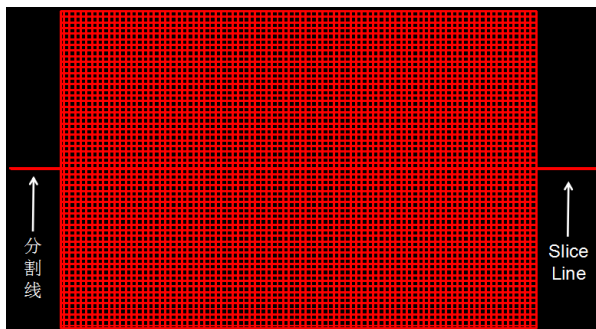

图 15-30 分割覆铜
(3) 移动光标拉出一条贯穿整个覆铜的分割线，最好将分割线的另一个端点也放置在覆铜外部，这样就能将原先的覆铜分割成两个完全隔断的新覆铜，如图 15-30 所示。单击鼠标左键确定另一个端点，然后单击鼠标右键两次，弹出确认分割对话框，单击 **Yes** 按钮关闭对话框。